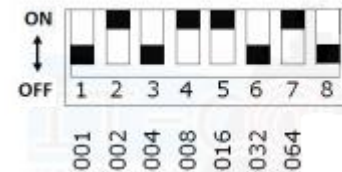

Рисунок 3
4.2 Установить, в соответствии с проектом, адрес оповещателя (от 1 до 127) с помощью одиночных переключателей DIP-переключателя. Каждому одиночному переключателю (от 1 до 7) присвоено соответствующее значение, которое приведено в таблице 2. Для получения этого значения одиночный переключатель необходимо перевести в положение «ON» (Рисунок 3). Окончательный адрес извещателя будет равен сумме значений одиночных переключателей, переведенных в положение «ON».